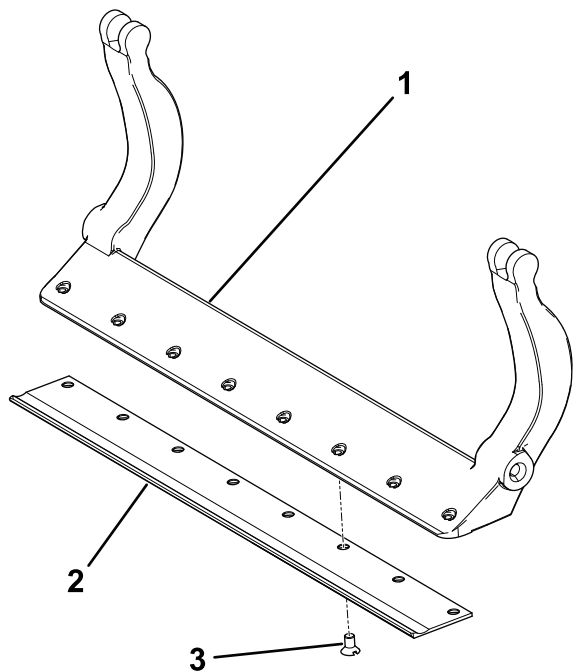

图35
3. 如图35所示在螺丝上涂抹防粘剂将底刀安装到底刀架上
- A. 将 2 个外部螺丝的扭矩上紧至 1N·m请参阅图35。
- B. 按照从底刀中间向两端的顺序上紧螺丝扭矩至 2328N·m请参阅图35。